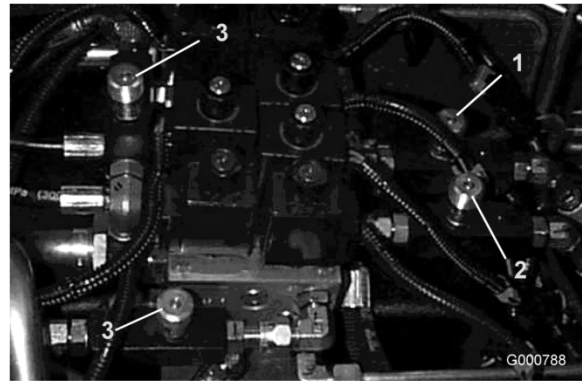

図 74
1. 調整バルブは運転席の下にある (図 74)。
9. 調整バルブは運転席の下にある (図 74)。